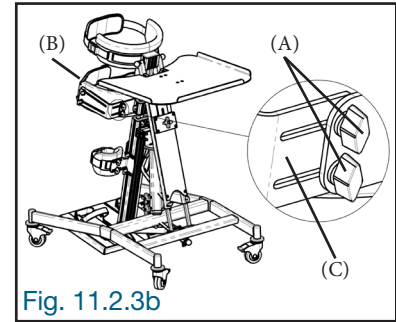

Fig. 11.2.3b
Dévisser légèrement les boutons de blocage (A) au dos de la butée des hanches (B). Glisser et ajuster les butées latérales (C) aux hanches de l'utilisateur. Une fois ajustées, resserrer fermement les boutons de blocage (A) (Fig. 11.2.3b).